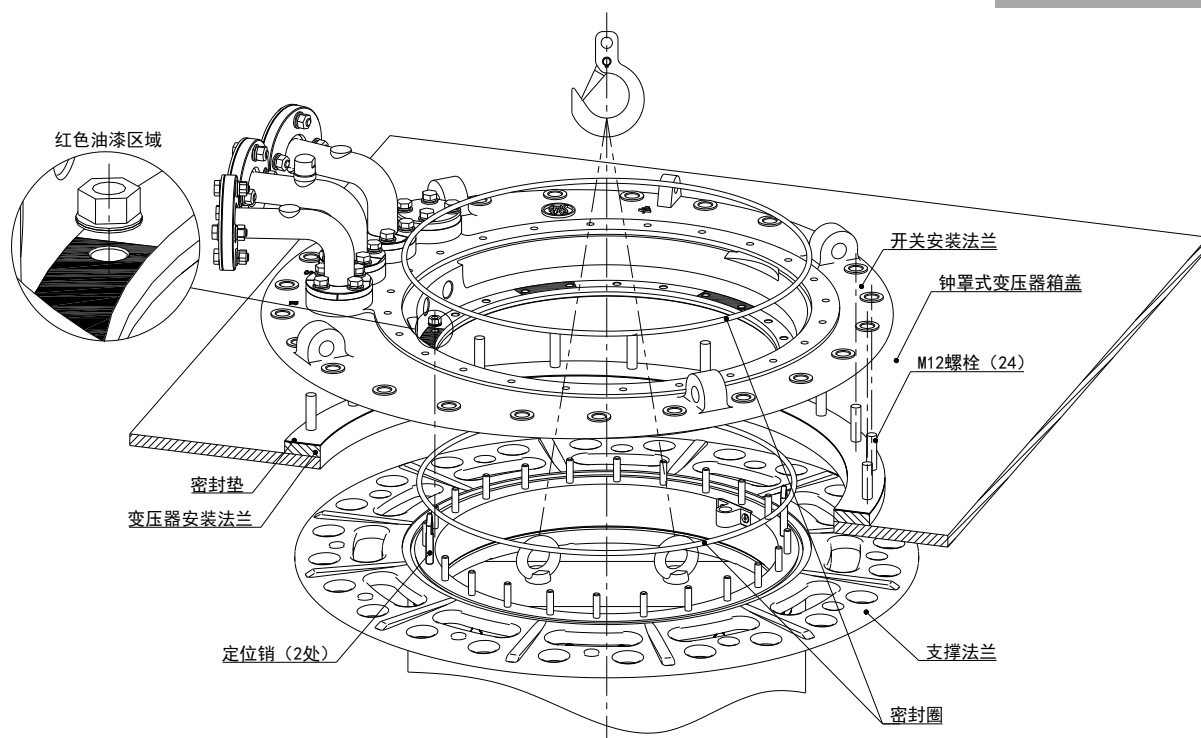

图 5-18
8. 拆除开关安装法兰上其余的固定螺母（红色区域）（12 个 M8 螺母，13 号外六角扳手，有弹簧垫圈）。从开关支撑法兰上吊起开关安装法兰。（图 5-18）
1. 装配钟罩式变压器箱盖前，擦净开关支撑法兰的密封表面，在支撑法兰上安放密封圈，抽出间距垫块。(图 5-18)
2. 把钟罩式变压器箱盖吊到变压器上方，将其装配好。(图 5-18)
3. 安装开关安装法兰前，擦净密封面。在变压器安装法兰上安放密封垫，并将开关安装法兰固定在变压器安装法兰上（24 个 M12 螺栓，扭矩为 100 ~ 110 Nm）。(图 5-18)
4. 用专用吊具将分接开关提起。要确保开关支撑法兰所有螺杆在开关安装法兰固定孔处准确定位。(图 5-18)
5. 将开关安装法兰安装到开关支撑法兰上。注意两根定位螺钉（加长）及开关支撑法兰和开关顶盖上的红色三角形标记，这样做可保证分接开关安装正确。(图 5-18)